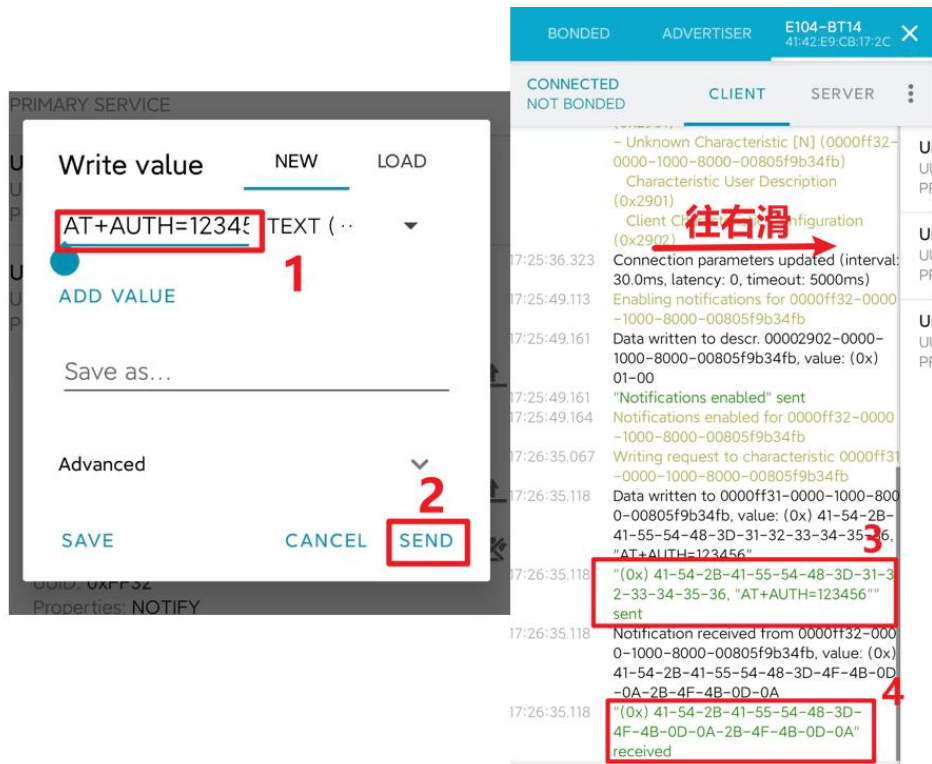

图 7.4
5、空中配置认证密码：首先需要输入空中密码的验证，如图 7.4 所示，在“序号 1”选项框的右边选择“TEXT”类型，然后输入“AT+AUTH=123456”（默认密码），最后点击“序号 2”的“SEND”。详细的交互信息界面通过往右边滑操作可查看，最后“序号 3”的内容是发送给蓝牙模块的信息，“序号 4”是模块判断空中配置认证密码正确，返回给手机端的信息（转换为 ASCII 码为“AT+AUTH=OK\r\n+OK\r\n”），注意，如果密码输入错误，则没有任何返回。